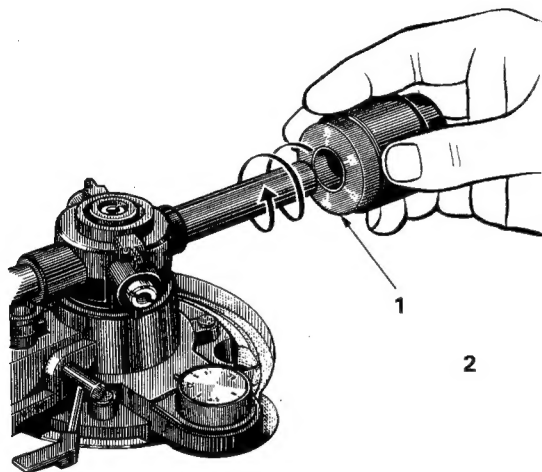

Fig. 5
3. Fixer le contrepoids à l'arrière du bras. (Fig. 5)
3. Gegengewicht wie gezeigt am hinteren Ende des Tonarms anbringen. (Fig. 5)
3. Bevestig het contragewicht op het achtereinde van de toonarm. (Fig. 5)
3. Sätt tonarmens motvikt på baksidan av densamma. (Fig. 5)